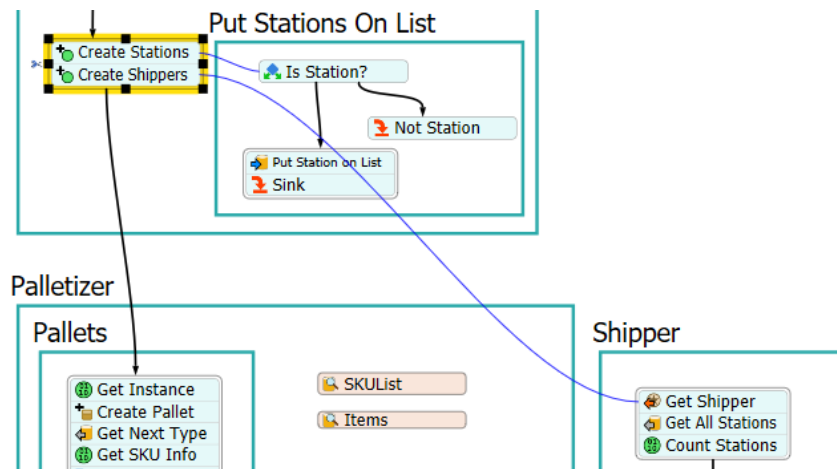

Figura 105- Conexões pendentes do Create Shippers
- 1) Voltando no Initialize create Shippers, o ponto de exclamação tinha ficado como uma pendência. Clique sobre ele e com o conta gotas vá ao processo Shipper e Clique no Get Shipper. Também faça uma ligação ente o Create Shippers e o Get Instance. As duas operações são ilustradas na Figura 105.